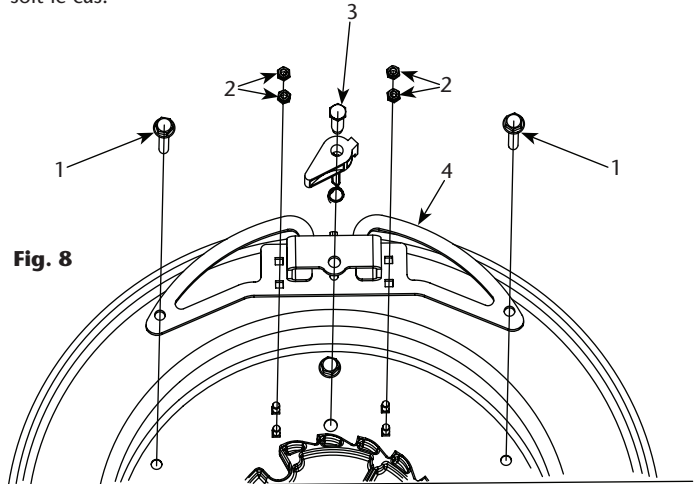

Fig. 8
2. Dévissez les 2 vis (1) (Fig. 8) et les 4 écrous (2) (Fig. 8). Retirez l'assemblage.
4. Mettez-le en place et serrez les boulons (1) (Fig. 8), et les écrous (2) (Fig. 8).